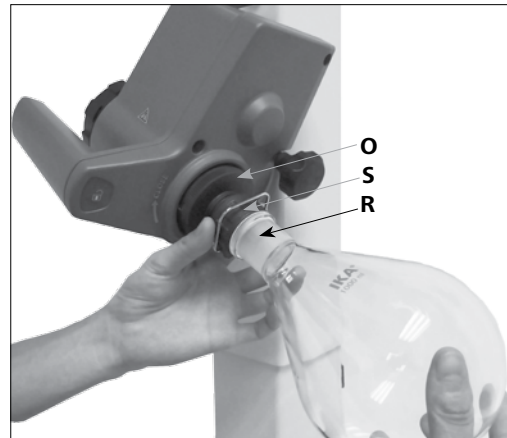

Fig. 15a
- エバポレータフラスコを蒸気パイプ(R)に取り付けます。(Fig. 15a)